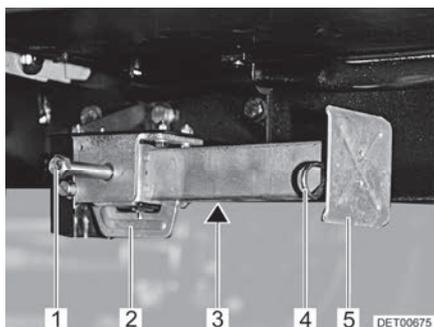

Fig. 21 Apoyo de elevación
- Colocar la llave de vaso en el hexágono (Fig. 21,1) y girarla hasta que el apoyo de elevación quede verticalmente hacia abajo.
- En caso de que la longitud del apoyo de elevación sea ajustable, extraer la clavija hendida (Fig. 21,4) de la prolongación del pie de apoyo (Fig. 21,5).
- Colocar la llave de vaso en el hexágono (Fig. 21,1) y girarla hasta que el apoyo de elevación esté de nuevo libre del suelo.
- Introducir totalmente la prolongación del pie de apoyo (Fig. 21,5) e introducir la clavija hendida (Fig. 21,4) en el orificio previsto para ello que hay en la prolongación del pie de apoyo.
- Girar el hexágono (Fig. 21,1) hasta que el apoyo de elevación se haya girado hacia arriba y la guía (Fig. 21,2) tenga contacto con el extremo de la ranura (Fig. 21,3).